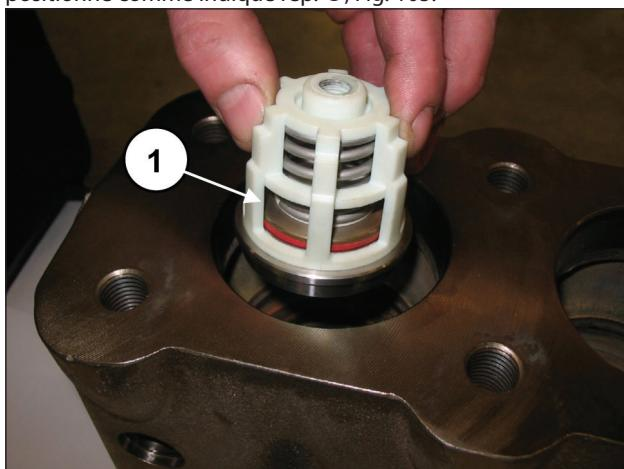
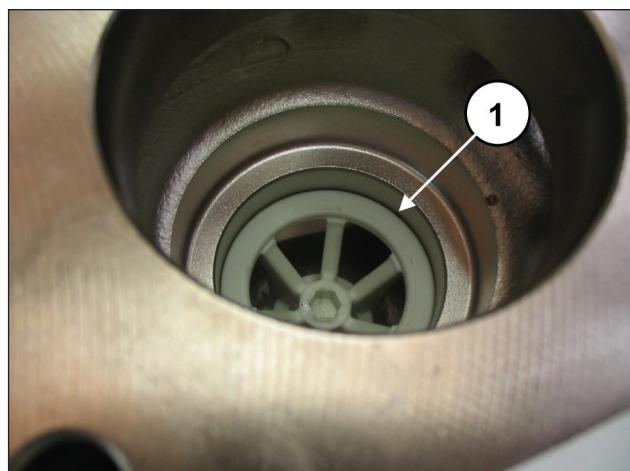

Fig. 104
Fig. 105
Placer le groupe soupape d'aspiration (rep. ①, Fig. 104), puis l'entretoise (rep. ①, Fig. 105).